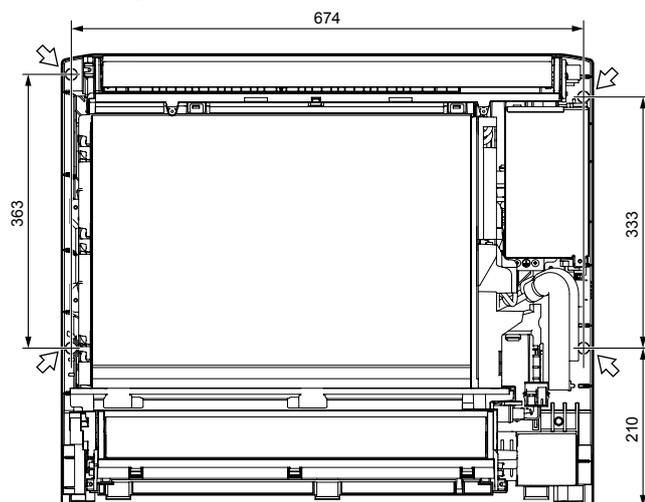

Fig. 3-5
3.3. Installazione dell'apparecchio interno (Fig. 3-5)